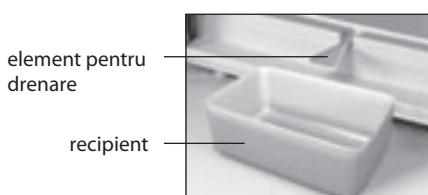

Figura 5 — Schema scurgerii ape rezultate în urma topirii din CF
- să instalați în conformitate cu figura 5 elementul de masă plastică pentru drenare și orice vas recipient cu volum de nu mai puțin de 2 litri pentru a colecta apa rezultată în urma topirii;